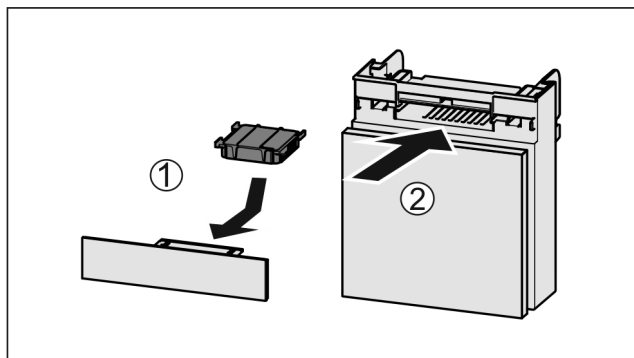

Fig. 185
- Filtr s aktivním uhlím vložte podle vyobrazení Fig. 185 (1).
- Zásuvku zasuňte Fig. 185 (2).